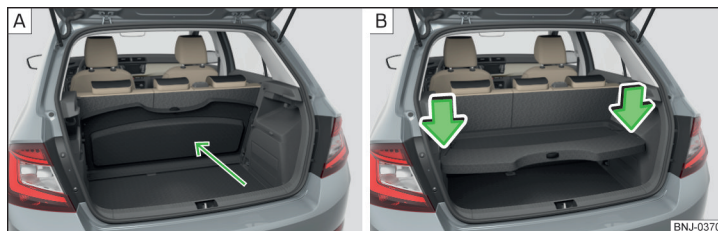

Fig. 109 Cubierta del maletero: Detrás de los respaldos de los asientos traseros / guardado en la posición inferior
El cubrimiento se puede retirar del vehículo, dado el caso se puede guardar en dos posiciones » **fig. 109 de la pág. 86.**
La cubierta del maletero se puede guardar detrás de los respaldos de los asientos traseros » **fig. 109 - [A]** o en la posición inferior » **fig. 109 - [B]**.
- Presionar sobre la parte superior de la cubierta en el sentido de la flecha » **fig. 109 - [B]**.